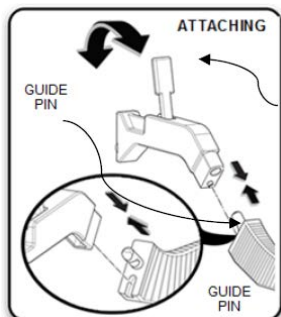

図.5
- (1) アダプターがハンドピースに取り付けられている場合、作業を続ける前にバッテリーが取り外されていることを確認する。
- (2) 図5のように、ロックングラッチを完全に開けた状態にする。適合するブローチ※を用い、ブローチにある GUIDE PIN がアダプターに接続するように挿入し、ロックングラッチを閉めた状態にする。